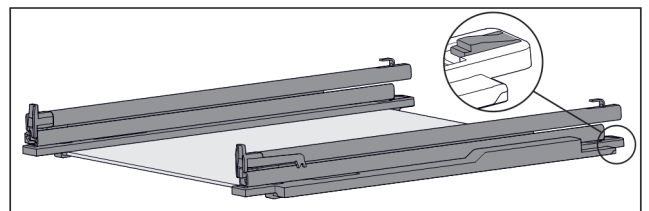

Fig. 110 Skleněná deska s kolejničkami a přídržnými díly
- ▶ Přídržný díl vzadu stlačte dolů (viz Fig. 110) a současně zasuňte kolejničku dozadu.